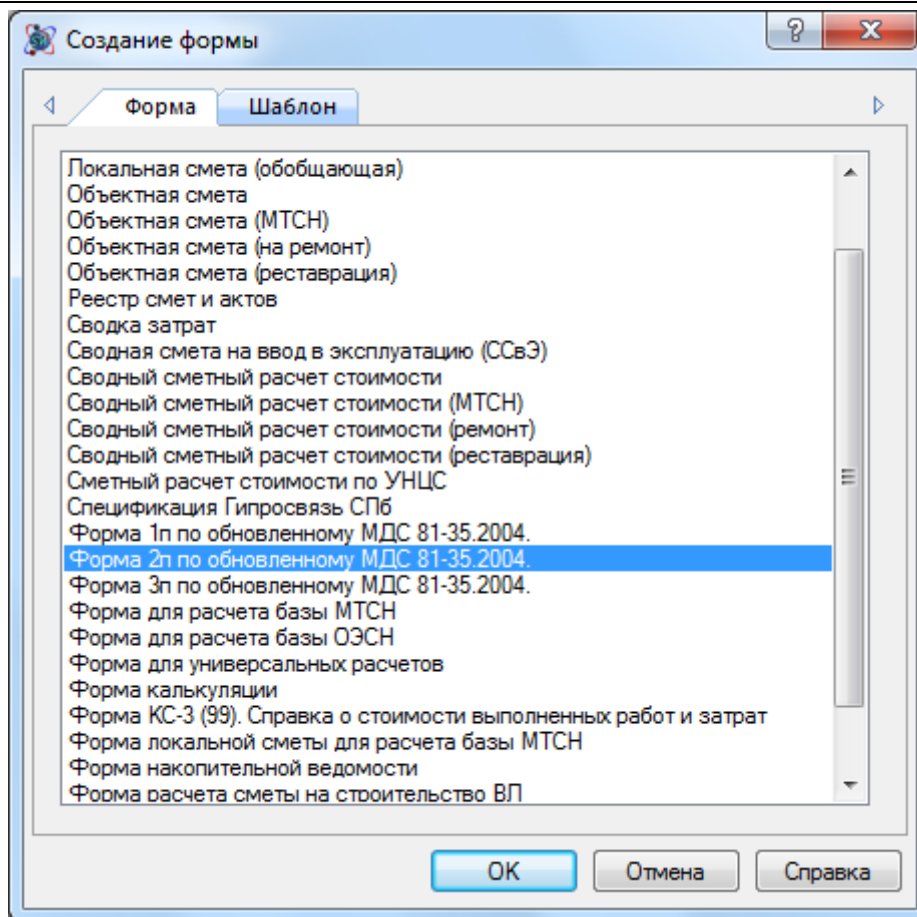

Рис. 8.1 Создание Формы 2п
3. В диалоговом окне *Создание формы* выбрать *Форма 2п* (рис. 8.1) и нажать кнопку ОК.